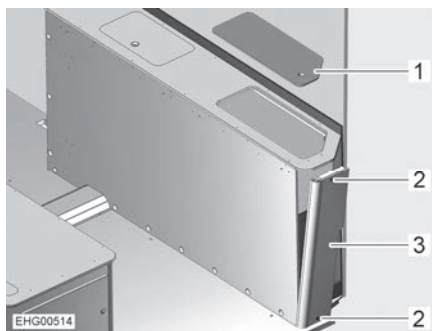

Bild 107 Sänglåda höger
- Ta av servicelucka (Bild 107,1).
- Skruva ur 2 skruvar (Bild 107,2).
- Ta tag i sänglådan uppifrån och tryck sidoplåten (Bild 107,3) lätt utåt.